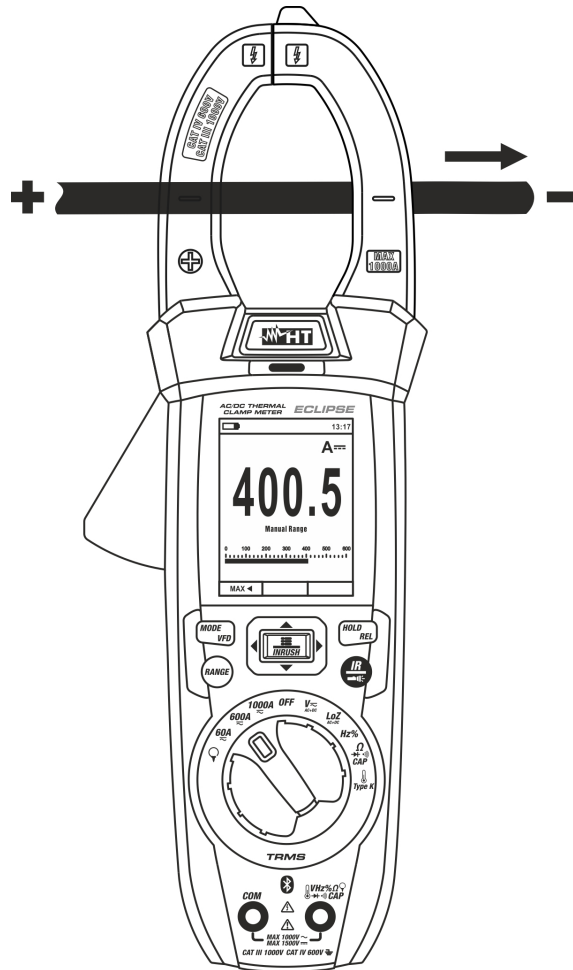

Abb. 31: Verwendung des Geräts zur Messung von DC Strom
4. Legen Sie die Leiter nach innen zur Mitte der Klemmbanke getestet werden (siehe Abb. 31), um Messungen durchzuführen accurated in die Richtung von dem positiven Anschluß „+“ (siehe Abb. 1 - Teil 2) an den negativen Anschluß „-“ (siehe Abb. 2 – Teil 1). Betrachten Sie die Kerben am Kiefer als Referenz (siehe Abb. 3)
7. Das Symbol "-" auf dem Display des Gerätes gibt an, dass der Strom die umgekehrte Richtung hat mit Bezug auf den Anschluss in Abb. 31